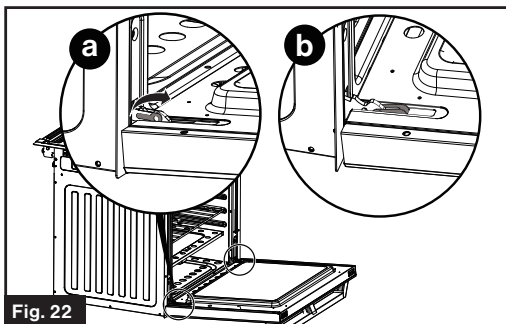

Fig. 22
3. Voltee las palancas de las bisagras (una a cada lado) hacia usted. (Fig. 22)